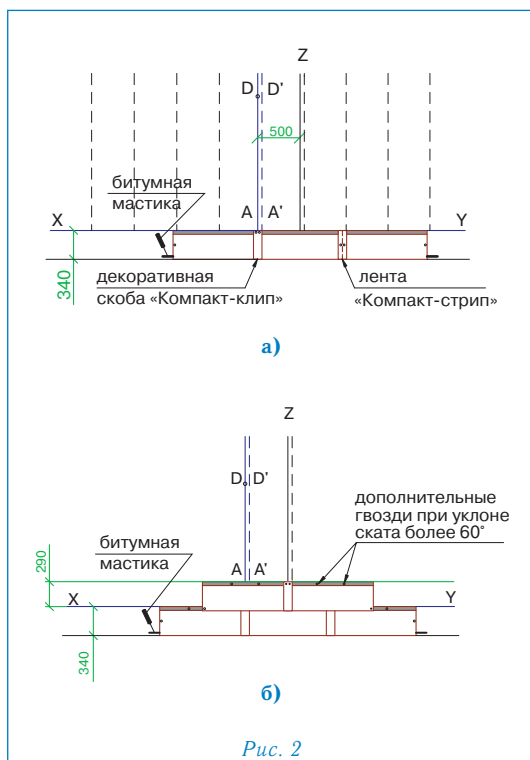

Рис. 2
Укладка материала (рис. 2)
- укладка черепицы начинается от линии AD, при этом ее верхний край выравнивается по линии XY (рис. 2а);
- листы первого ряда укладываются встык и фиксируются двумя гвоздями по центру коротких сторон на расстоянии 2 см от края (рис. 2а);
- правая сторона скобы «Компакт-клип» выравнивается по линии A'D' и фиксируется двумя гвоздями через специальные отверстия (рис. 2а);
- листы второго ряда черепицы укладываются от линии Z, их нижний край выравнивается по линии, параллельной XY; каждый лист фиксируется двумя гвоздями в 2,5 см от нижней стороны; стыки закрываются декоративными скобами «Компакт-клип», которые также фиксируются двумя гвоздями (рис. 2б);
Для крепления гибкой черепицы ПРЕСТИЖ КОМПАКТ используются гвозди из нержавеющей стали улучшенного прилегания (ершенные) с гладкими широкими шляпками. Каждый лист ПРЕСТИЖ КОМПАКТ закрепляется четырьмя гвоздями, в соответствии с рекомендациями, приведенными выше (рис. 2б).
При укладке материала на скатах с уклоном более 60° каждый лист дополнительно фиксируется 2 гвоздями в верхней части (рис. 2б).